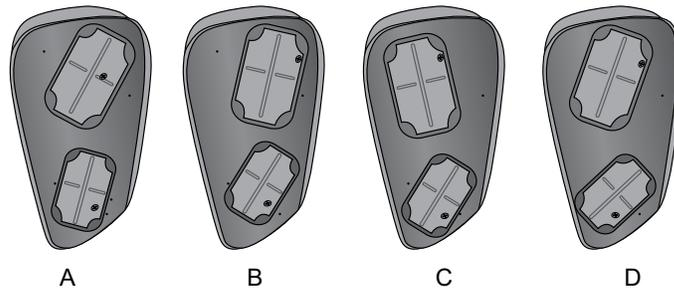

Abbildung 6-12: Strecker-Befestigungsplatten
1. Wählen Sie eine Strecker-Befestigungsplatte aus, mit der die gewünschten Handbewegungen erzielt werden. Siehe Abbildung 6-12.